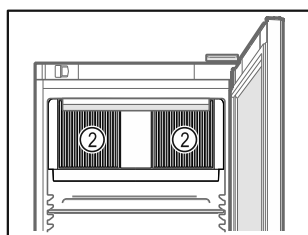

Fig. 31
- A belső térben lévő keringető ventilátor szellőzőnyílásait Fig. 31 (2) tartsa szabadon.